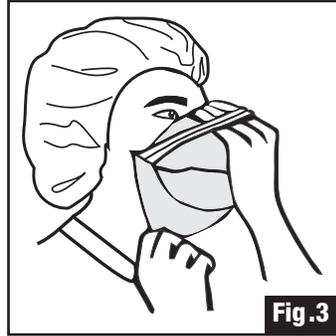

Fig. 3
3. Place respirator against your face with the bottom under your chin, and the nosepiece across the bridge of your nose. Hold the respirator on your face with one hand. With your other hand pull the bottom securely under your chin (Fig. 3).
3. Placer le respirateur contre le visage, le bas du masque sous le menton et la pince nasale métallique sur la voûte du nez. Tenir le respirateur d'une main sur le visage. De l'autre main, tirer fermement le bas sous le menton (Fig. 3).
3. Coloque el respirador contra la cara con el fondo debajo de la barbilla y la pieza nasal a través del puente de la nariz. Sostenga el respirador en la cara con una mano. Con la otra mano, jale el fondo por debajo de la barbilla (Fig. 3).